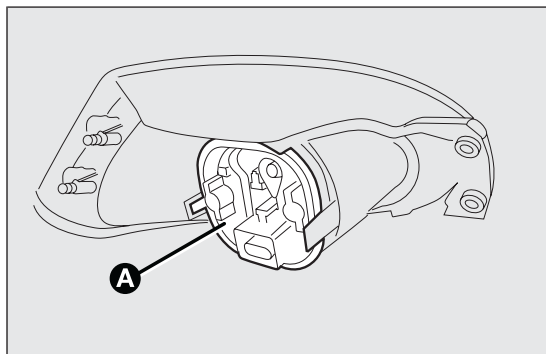

fig. 167
- ☐ scollegare il connettore elettrico e rimuovere, agendo sulle tre alette di ritegno, il coperchio di protezione A fig. 167; procedere quindi con la sostituzione della lampada interessata.